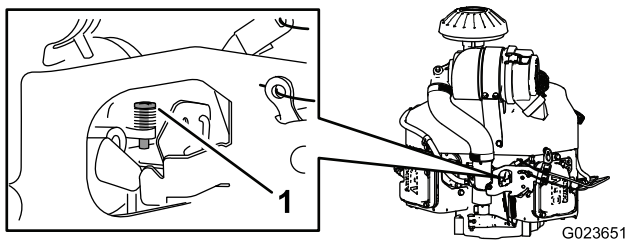

Figura 68
4. Ajuste o parafuso limitador no carburador (Figura 68) de modo a que a velocidade ao ralenti seja 1350 a 1550 rpm.